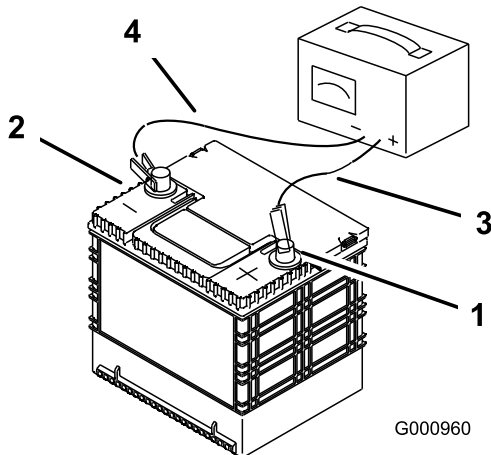

Bild 54
3. Ziehen Sie, wenn die Batterie ganz geladen ist, den Stecker des Ladegeräts aus der Dose. Klemmen Sie dann die Klemmen des Ladegeräts von den Batteriepolen ab (Bild 54).